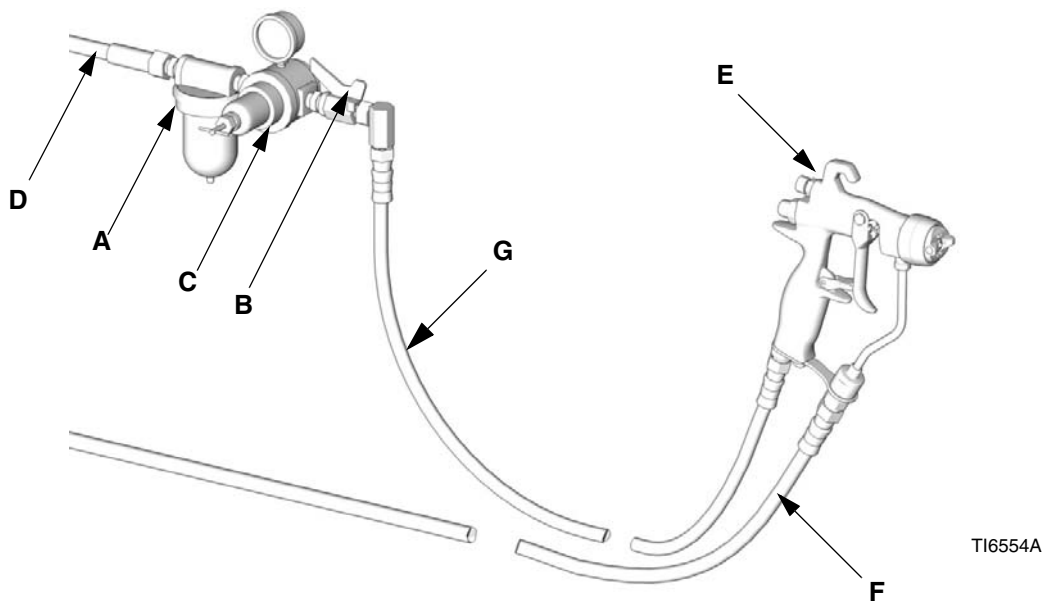
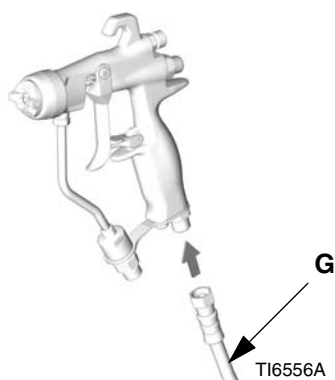

FIG. 1: Instalación típica (Modelo G15 representado)
FIG. 2
**NOTA:** La instalación típica mostrada en la FIG. 1 es sólo una guía para seleccionar e instalar el sistema de pulverización asistida por aire. Contacte con su distribuidor Graco para planificar el sistema de acuerdo con sus necesidades.
1. Instale un filtro de aire (A) en la línea de aire de la pistola para garantizar un suministro de aire limpio y seco a la misma. La suciedad y la humedad pueden arruinar la apariencia del acabado final de la pieza trabajada. Vea FIG. 1.
2. Instale un regulador de presión de aire (C) en cada una de las líneas de aire de la pistola para controlar la presión de aire que llega a la misma.
3. Instale una válvula de cierre de aire (B) en la línea de aire de la pistola y en la línea de aire de la bomba, para cerrar el paso de aire a la pistola.
5. Conecte la manguera de aire (G) a la entrada de aire de 1/4 npsm de la pistola. Vea FIG. 2.